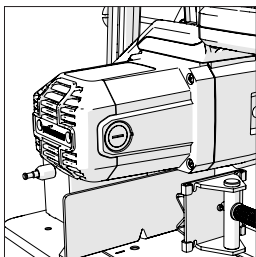

Fig. 13
- Dévissez les bouchons en plastique à l'arrière du moteur (**Fig. 13**). Faites attention car les bouchons sont vissés sur ressort.